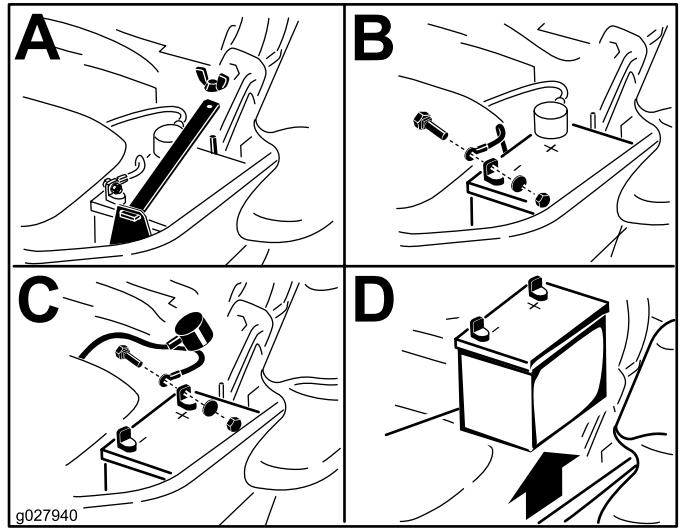

Figura 61
3. Desconecte el cable negativo (negro) de la batería del borne negativo (-) de la batería (Figura 61).
4. Retire la cubierta de goma roja del borne positivo (+) de la batería y retire el cable positivo (rojo) (Figura 61).
5. Retire la tuerca de orejeta que sujeta la abrazadera de la batería (Figura 61).
6. Retire la abrazadera (Figura 61).
7. Retire la batería (Figura 61).
1. Coloque la batería en la bandeja, con los bornes frente al depósito hidráulico (Figura 61).
4. Fije los cables con 2 pernos, 2 arandelas, y 2 contratuerzas (Figura 61).
6. Instale la abrazadera y sujetela con la tuerca de orejeta (Figura 61).